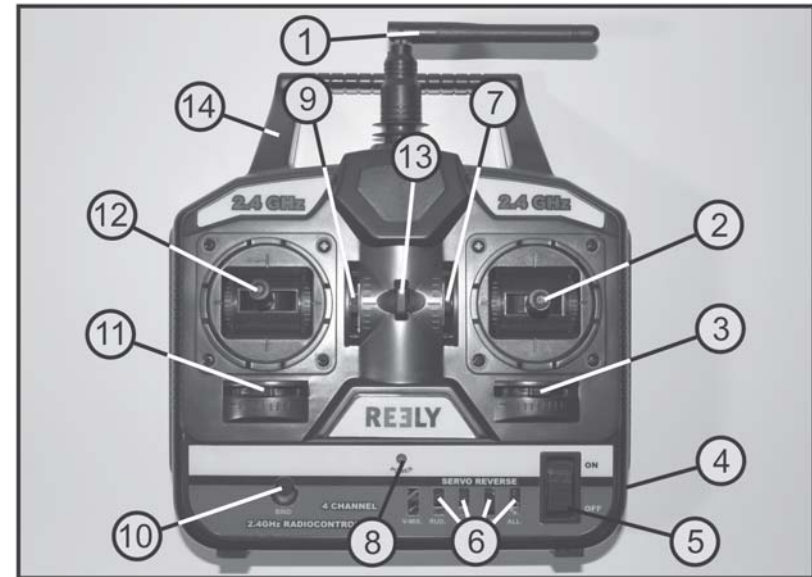

Figure 1
If the helicopter wants to drift forward, then reduce the speed and push the trim slider for the nod function (see figure 1, item 7) gradually backward.
For this purpose, there are four reverse switches on the front of the transmitter (see figure 1, item 6). The switches are assigned the following functions:
Une fois les batteries chargées ou les piles insérées, allumez l'émetteur pour le tester en actionnant l'interrupteur de fonctionnement (voir fig. 1, pos 5). L'indicateur à DEL vert (voir fig. 1, pos. 8) vous signale que l'alimentation électrique de l'émetteur est suffisante.
En cas de fonctionnement sur batteries, vous pouvez raccorder un câble de charge sur la prise de charge lorsque l'émetteur est arrêté (voir fig. 1, pos. 4) et directement recharger les batteries dans l'émetteur à l'aide d'un chargeur approprié (non fourni).
- Press the Bind button (also see figure 1, item 10) and switch on the remote control system while pressing the Bind button.